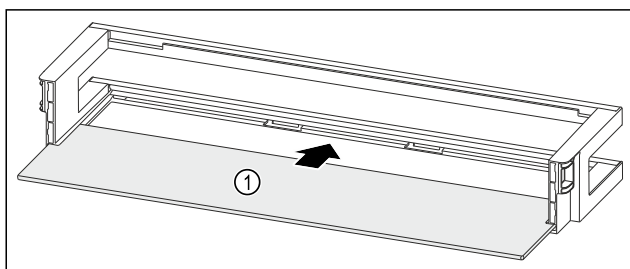

Fig. 244 Dveřní přihrádka s odkládací plochou
- Odkládací plochu Fig. 244 (1) zasuňte do bočních vybrání.